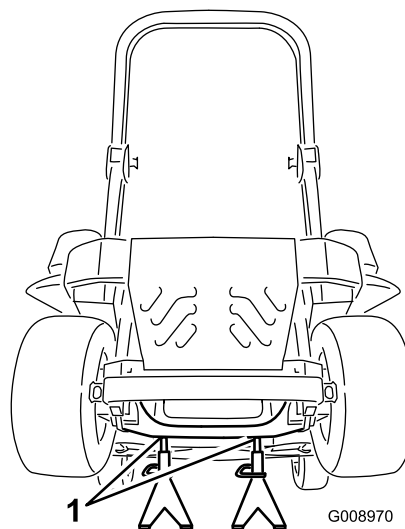

Figure 100
3. Soulevez la machine sur des chandelles (Figure 100).
9. Retirez les chandelles et abaissez la machine (Figure 100).